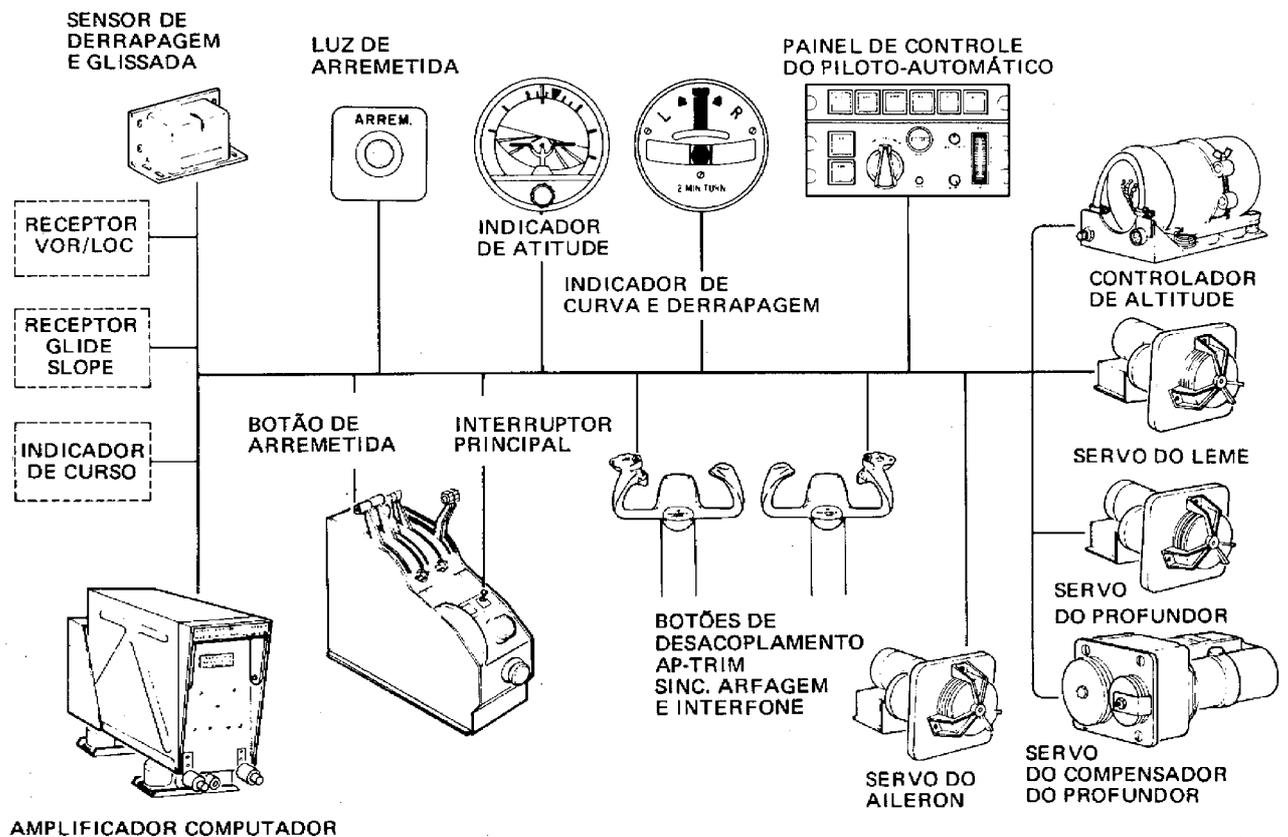

Figura 6A-1. Diagrama de Bloco do Piloto Automático
#### 6A-1. DESCRIÇÃO DO PILOTO AUTOMÁTICO (figura 6A-1)
**6A-2. OPERAÇÃO DO PILOTO AUTOMÁTICO** (figura 6A-2)